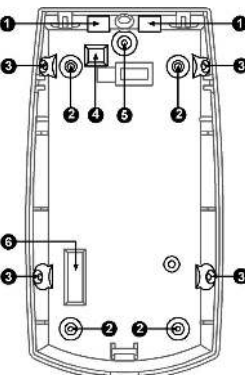

Fig 1 Knockout holes I Orificios troquelados I Trous de débouchure I Fori ciechi I Otwory montażowe
- Break out the desired holes for proper installation (Fig. 1 – 2) for flat mount or Fig. 1-3 for corner mount) Use 4 screws type 3x30mm.
- Haga los agujeros deseados para una instalación correcta (Fig. 1 - 2) para enmarcar en lo plano o (Fig. 1 - 3) para enmarcar en la esquina) Use 4 tornillos de tipo 3x30mm.